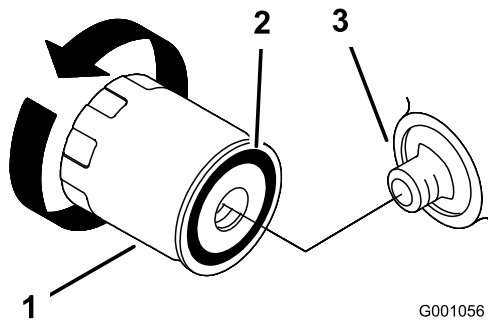

Figura 23
2. Retire el filtro usado y limpie con un paño la superficie de la junta del adaptador del filtro (Figura 23).
3. Aplique una capa fina de aceite nuevo a la junta de goma del filtro nuevo (Figura 23).
4. Instale el filtro de repuesto en el adaptador de filtro; gire el filtro en el sentido de las agujas del reloj hasta que la junta de goma entre en contacto con el adaptador del filtro, luego apriete el filtro de 2/3 a 1 vuelta más (Figura 23).